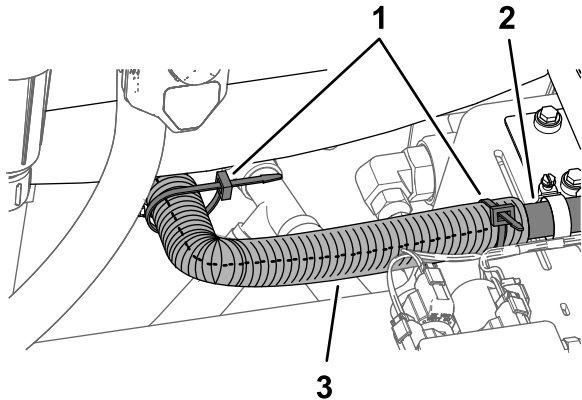

図 31
6. すすぎタンクとすすぎタンクポンプとの間にあるホース43.3cmに波付きチューブを取り付けてタイラップ2本で固定する 図 31。